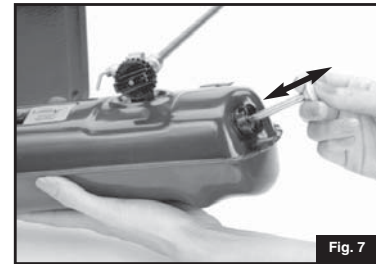

Fig. 7
- Du pouce, couvrez le trou du bouton et donnez environ 30 coups de pompe. (Fig. 7)